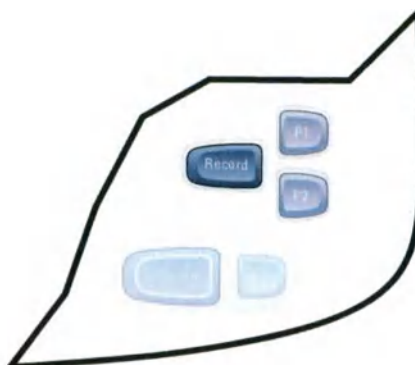

Рис. 14-1. Элементы управления печатью на панели управления
Ультразвуковая система поддерживает функцию печати на цветном термографическом видеопринтере. Управление принтером осуществляется с помощью клавиш **P1**, **P2** или **Record** (Запись) на панели управления (см. Рис. 14-1).
1. Нажмите клавишу **P1**, **P2** или **Record** (Запись) на панели управления (см. Рис. 14-1).